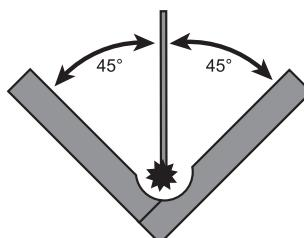

Рис. 15 Сварка «в лодочку»
**Совет второй.** Сварку таврового соединения (и углового в такой же степени) можно значительно упростить, расположив его для сварки «в лодочку» (Рис. 15). Это позволяет проводить сварку преимущественно в нижнем положении, увеличивая скорость сварки и уменьшая вероятность появления подрезов, которые являются очень частым дефектом таврового сварного соединения, наряду с «непроваром». В некоторых случаях одного прохода будет недостаточно, поэтому для заполняющих швов требуется осуществлять колебания горелки.